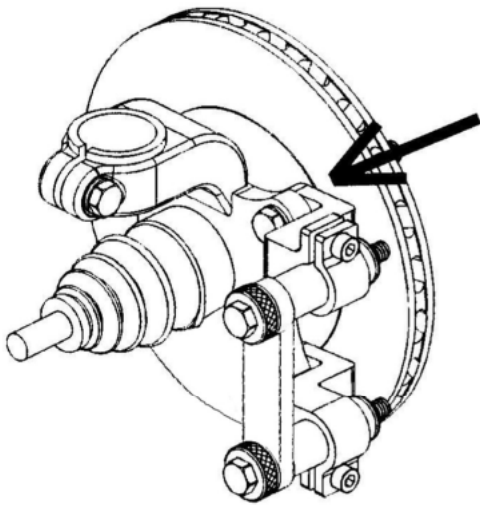

Рисунок 13
2. Используйте красный крепежный адаптер, если отверстия для крепления суппорта не имеют резьбы (см. рис.13).
- a. Изгиб должен оказаться прямо напротив привода (см. рис.13).